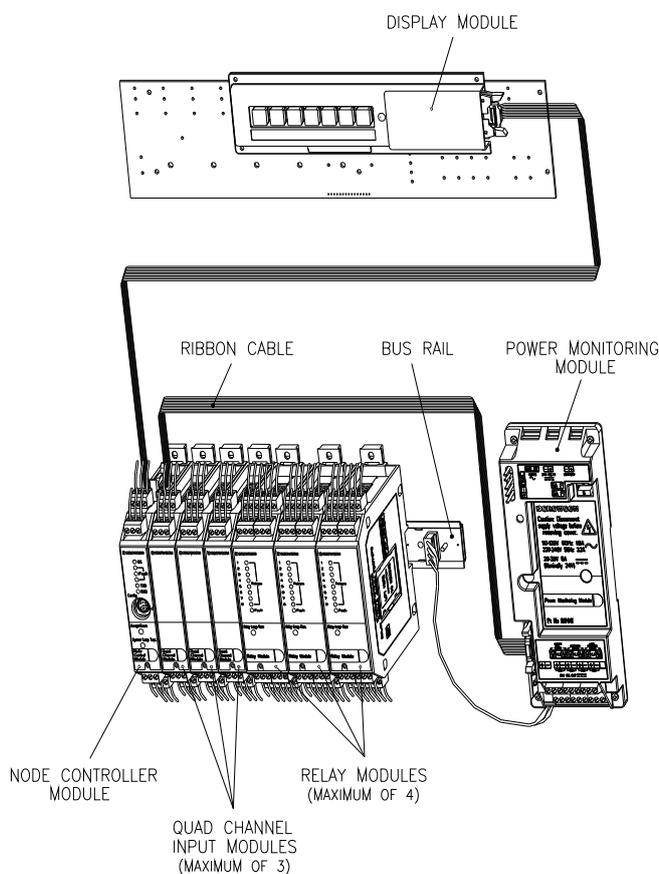

Figura 1: Montagem geral dos módulos do Vortex
A Figura 1 mostra a montagem geral dos módulos no sistema Vortex. O número e a organização dos módulos variam dependendo da configuração do seu sistema Vortex.
A Figura 1 na página 4 mostra o desenho dos módulos no sistema Vortex. O número e a organização dos módulos variam dependendo da configuração do Vortex.
4. Monte os módulos nos trilhos de barramento. Para reduzir a interferência com os canais de entrada ao comutar cargas pesadas, os módulos de saída de relés devem ficar à direita dos módulos de entrada de quatro canais. O módulo controlador de nós deve ficar à direita, tal qual indicado na Figura 1.